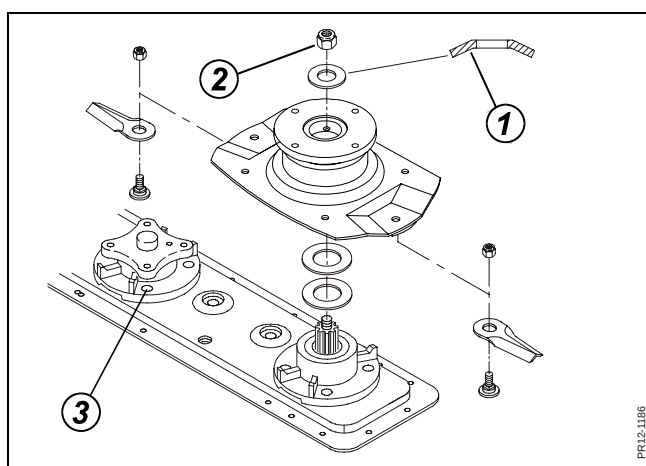

Fig. 5-9
Fig. 5-9 Fjderskiven (1) over indgangsskiven vendes, som vist, så den buer opad. Møtrikken (2) spændes til **190 Nm** (19 kpm). Boltene (3), der fastholder skivelejet huset til bjælken, spændes til **85 Nm** (8,5 kpm).